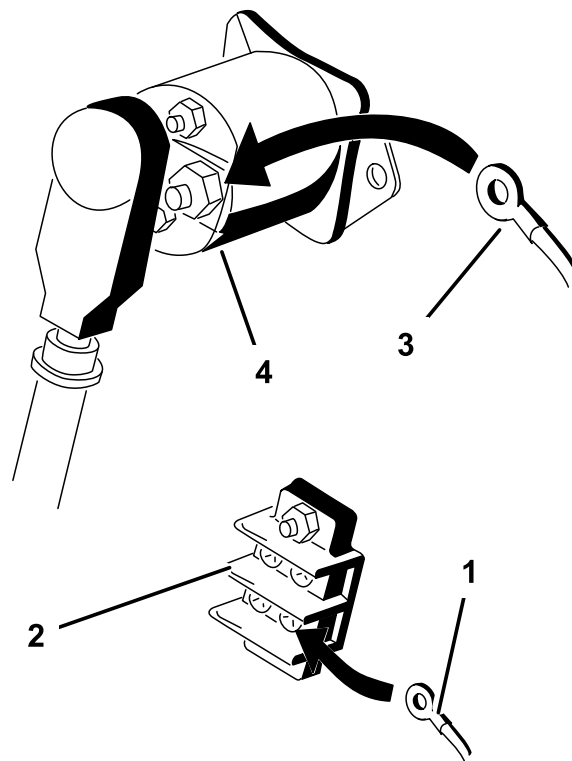

Figura 18
3. Conecte el anillo marcado 'tierra' del cable negro al bloque de terminales de tierra (Figura 18).